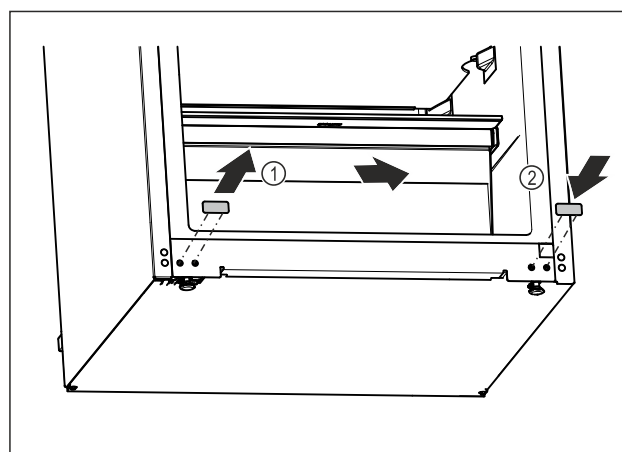

Fig. 20
- Estrarre il coperchio a tappo. Fig. 20 (1)
- Inserire il coperchio a tappo sul lato opposto. Fig. 20 (2)